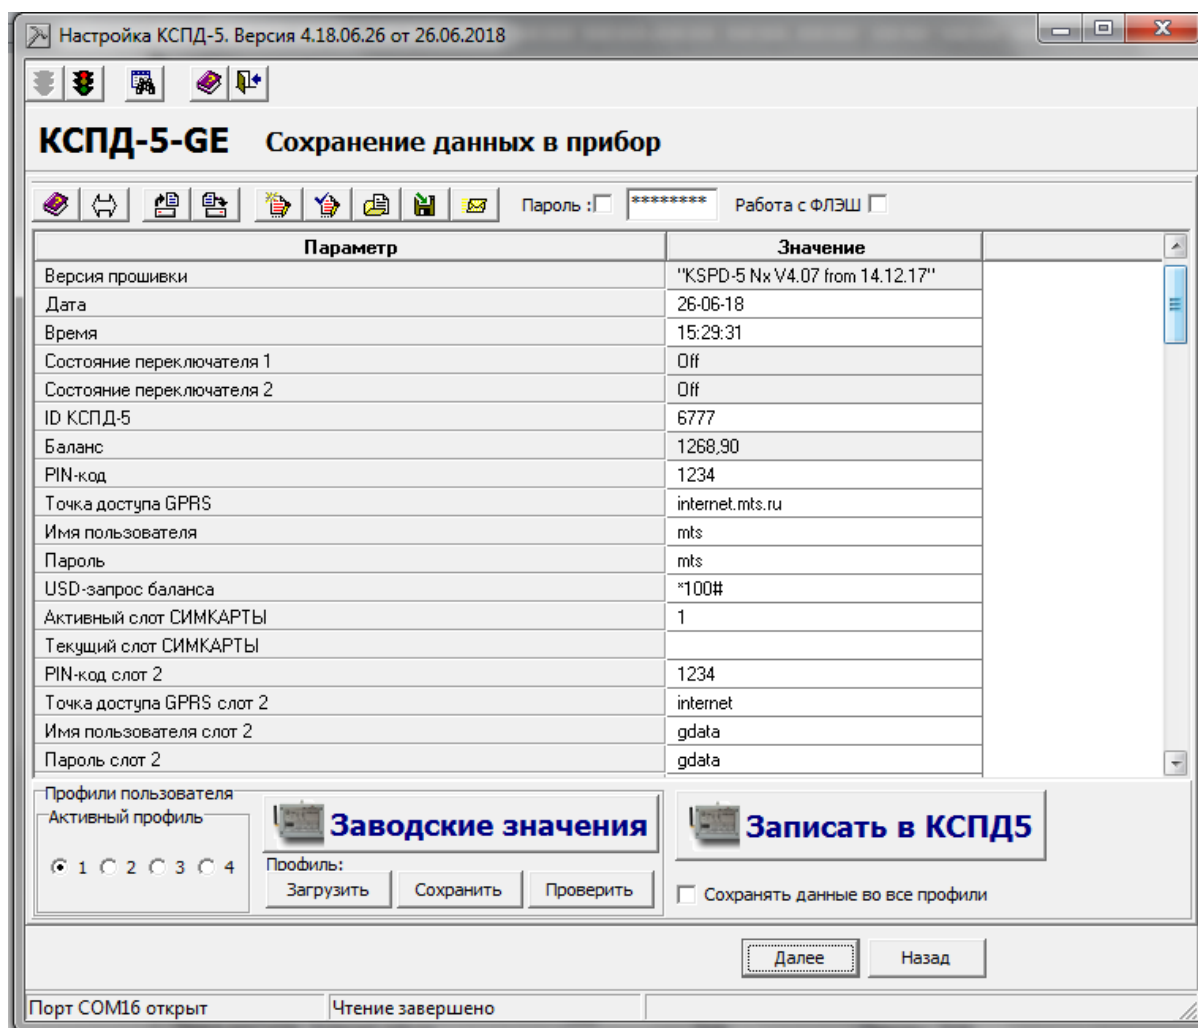

Рисунок 17. Окно сохранения данных в прибор
- в последнем окне программы «Сохранение данных в приборе» (рисунок 17):
- внести требуемые изменения в конфигурационные данные, редактируя соответствующие поля (рисунок 17);